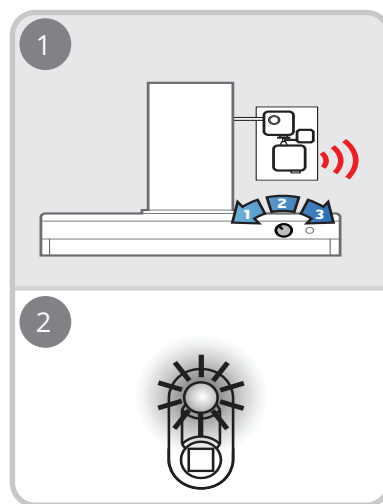

Fig. 8
- Tryk på senderens TIL-knap inden 12 sek. (se fig. 8).
- Tryk på FRA-knap (nederste del) inden 12 sek. (se fig. 8).